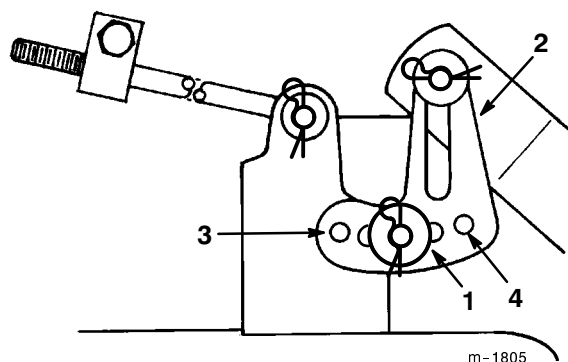

Figure 45
5. Enlevez la goupille fendue et la rondelle de l'une des pattes de mise à niveau (Fig. 45). Pour mettre les lames de niveau, fixez la patte de mise à niveau dans un autre trou à l'aide de la rondelle et de la goupille fendue (Fig. 45). Utilisez un trou plus en avant pour réduire la hauteur de ce côté, ou un trou plus en arrière pour l'augmenter. Répétez la procédure de l'autre côté de la tondeuse.